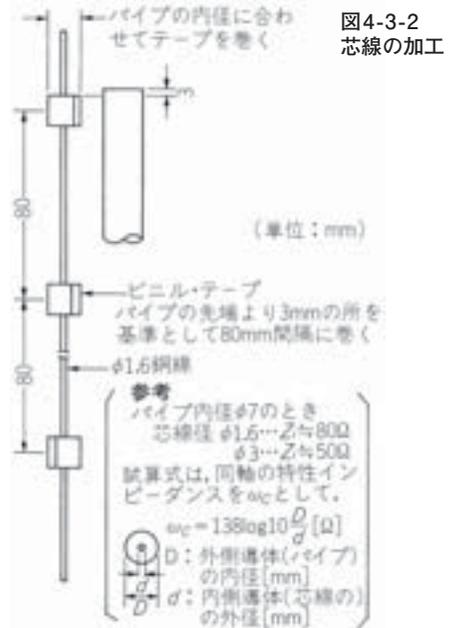
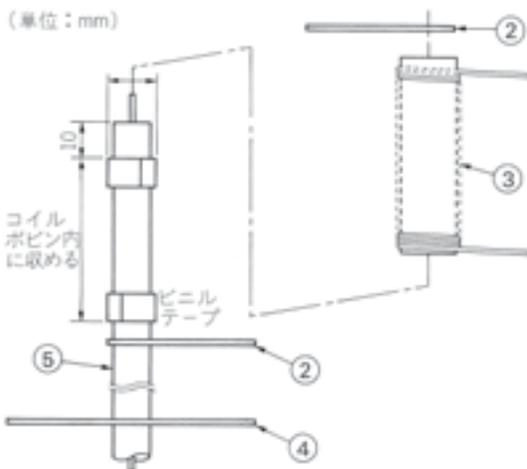

図4-3-2
図4-3-5 コイル・ボビンの実装
このアンテナの大きな特徴は、後出の図4-3-5のように、給電部までの同軸パイプの外側にコイルを巻くことで、同軸の外部導体をベースとして、コイル、エレメントA、Bからなる電極間容量を利用す
- ② 図4-3-2は同軸パイプの芯線加工のようすです。曲げないように注意します。なお、芯線に3mm径を用いるとインピーダンスは約50Ωとなりますが、材料の都合で1.6mm径のメッキ線を用い
- ① コネクタの爪をヤスリで削り、図4-3-2の芯線をコネクタの中心部にはんだ付けします。その際、必ず上部のビニル部分が銅パイプのトップより2~3mmほど下になるようにします（防水処理が楽になる）。
② φ10mmの銅パイプに上記の芯線を通してコネクタ部のはんだ付けをします。次にコネクタの外筒部もはんだ付けします。
③ コイル・ボビンの実装は、図4-3-5をご覧ください。⑤の同軸パイプに④のスペースBおよび、②のスペースA（コイルの下側）を瞬間接着剤で固定しますが、各スペースのエレメント用の穴